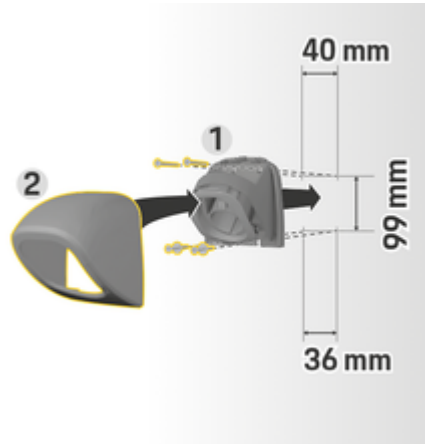

Fig. 3: Medidas de taladrado
1. Retire el soporte de enchufe 1 (Fig. 3) de la cubierta 2 (Fig. 3).
4. Atornille el soporte de enchufe 1 (Fig. 3) a la pared.
5. Coloque la cubierta 2 (Fig. 3) desde abajo sobre el soporte de enchufe 1 (Fig. 3) y presionar hacia arriba.